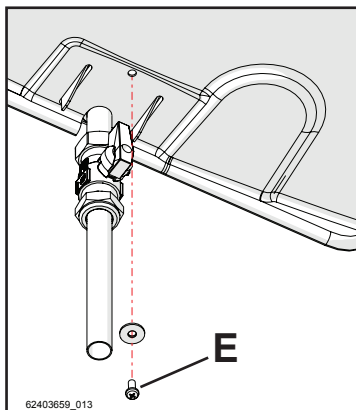

Figura 5-52
- 8 - Bloccare la copertura con l'apposita vite di serraggio "E", come in figura 5-52;
- 1 - Rimuovere la vite di fissaggio "E" di figura 5-52;